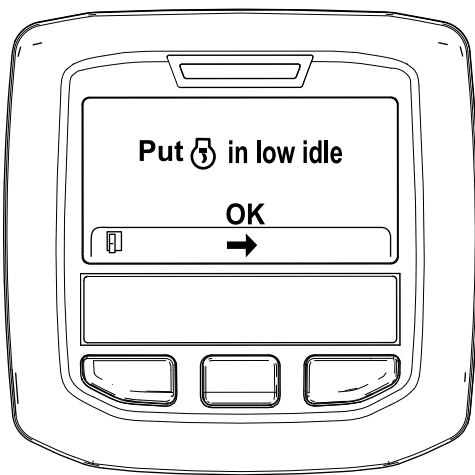

Figura 53
- Mueva el control del acelerador en RALENTÍ BAJO y pulse el botón central (Figura 53).